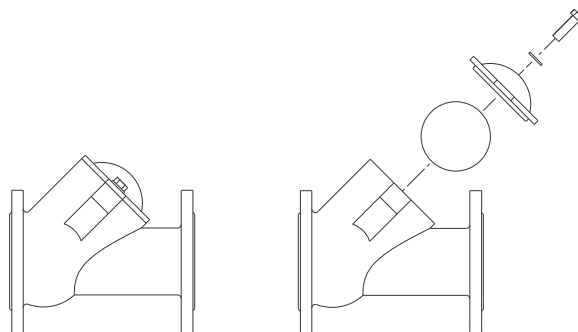

Rys. 29 Opróżnianie komory zasuw
1. Otworzyć zawór drenażowy komory zasuw za pomocą uchwyty znajdującego się w zbiorniku w celu opróżnienia komory zasuw. Zob. rys. 29.
7. Zamknąć zawór drenażowy wewnątrz zbiornika. Zob. rys. 29.
1. Otworzyć zawór drenażowy komory zasuw za pomocą uchwytu znajdującego się w zbiorniku w celu opróżnienia komory zasuw. Zob. rys. 29.